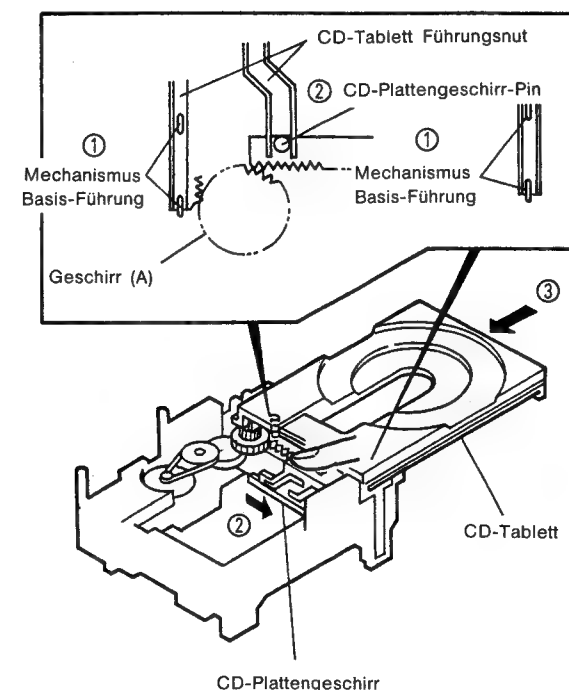

Abb. 4
2. Einbau des CD-Tabletts (Abb. 4)
- ① Legen Sie das CD-Tablett so ein, daß die Führungen in die Führungsnut auf jeder Seite des C-Tabletts passen.
- ② Ziehen Sie das CD-Plattengeschirr in die Richtung des Pfeils so daß der Pin in dem CD-Plattengeschirr in der Führungsnut des CD-Tabletts liegt.
- ③ Legen Sie das CD-Tablett in der Richtung des Pfeils ein